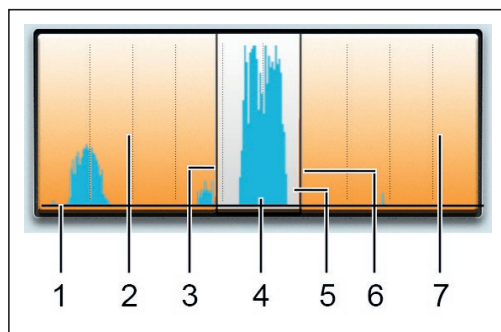

Fig. 21: Presentación de frecuencias
1. Toque la presentación de frecuencias (fig. 21).